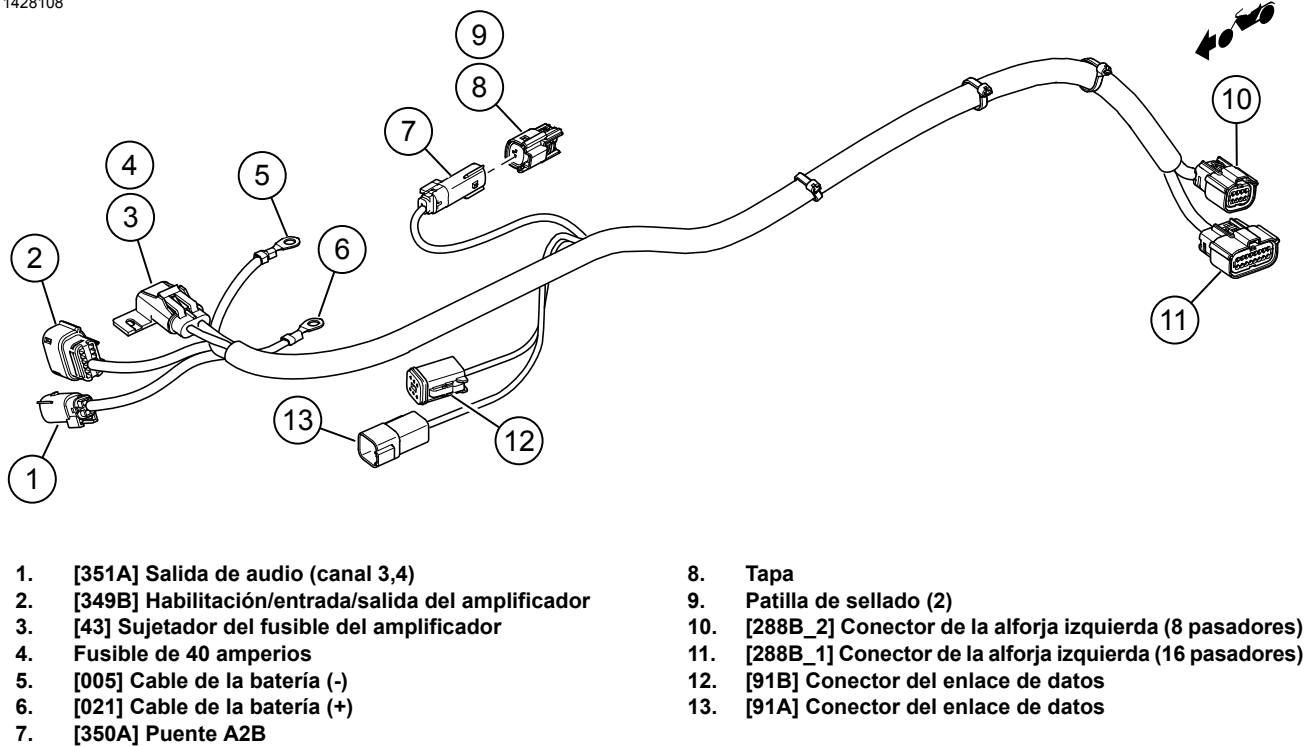

Figura 12. Conectores del arnés externo (2014-2016)
Consulte la Figura 12. Si **NO** hay un amplificador secundario instalado, inserte las patillas de sellado (9) en la tapa (8) y enchúfelas al conector [350A] (7).
Consulte la Figura 12. Tienda los conectores del enlace de datos (12 y 13) hacia el área de la caja del lado izquierdo.
13. Consulte la Figura 12. Enchufe el conector hembra gris del arnés del amplificador [91B] (12) en el conector del vehículo [91A].
14. Coloque [91A] (13) del arnés externo en la parte superior de [91B]. Asegure con correas de cables.
17. Consulte la Figura 12. Instale el fusible (4) en el portafusibles (3).
5. Conecte el cable negativo de la batería (2).
6. Conecte el cable positivo de la batería (1).
7. Asegure el portafusibles del amplificador (3) con una correa de cables.
8. Consulte la Figura 12. Instale el fusible (4) en el portafusibles (3).